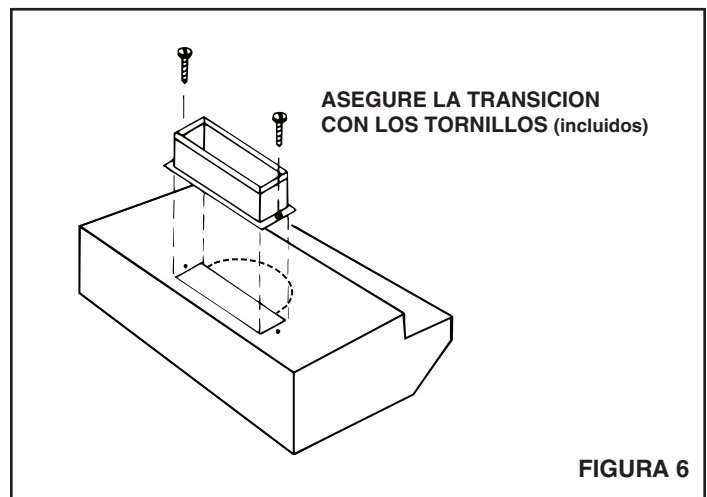

FIGURA 6
**Para una instalación de descarga vertical**, **refiérase a la FIGURA 6**. Asegure la transición de 8,26 cm x 25,40 cm (3/4" x 10") (si usada) al tope de la campana.